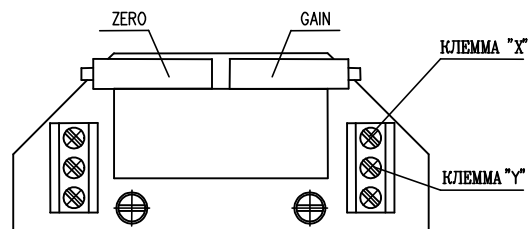

Рис. 8
3.4.2 EPV - 3-проводниковое включение (рис.8)
- Установите датчик сопротивления на основании инструкций в предыдущей главе так, что величину сопротивления измеряйте на клеммах X-Y (рис.8). (употреблен датчик с сопротивлением 2000W или 100W)
- Поворачиванием устанавливающего триммера ZERO (рис.8) установите величину выходного сигнала тока, измеряемого на клеммах 81-82, на величину 0 мА или 4 мА.
- Поворачиванием устанавливающего триммера GAIN (рис.8) установите величину выходного сигнала тока, измеряемого на клеммах 81-82, на величину 20 мА или 5 мА.